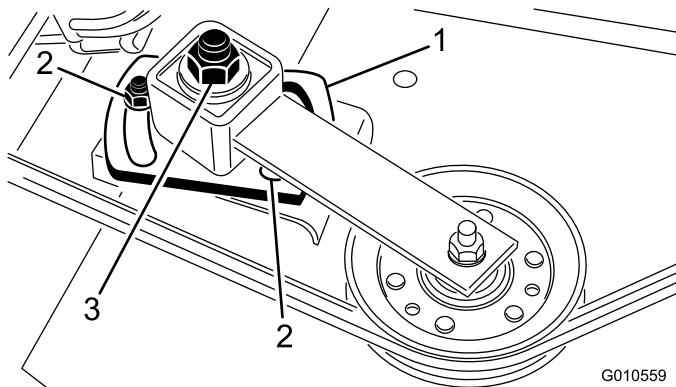

Figura 28
4. Afloje las 2 tuercas que sujetan la placa tensora. Usando una llave dinamométrica con llave de tubo, apriete la tuerca de ajuste de la polea tensora a 24—41 Nm (Figura 28).